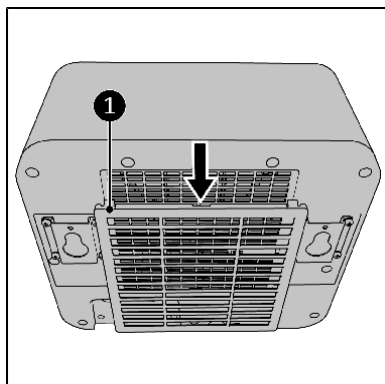
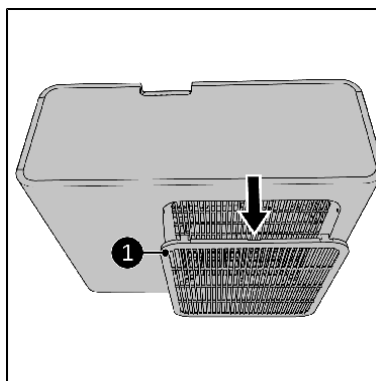

Figura 15
Figura 16
2. Retirar a grelha (figura 15, n.º 1 para a unidade interior e figura 16, n.º1 para a unidade exterior) e desmontar o filtro.